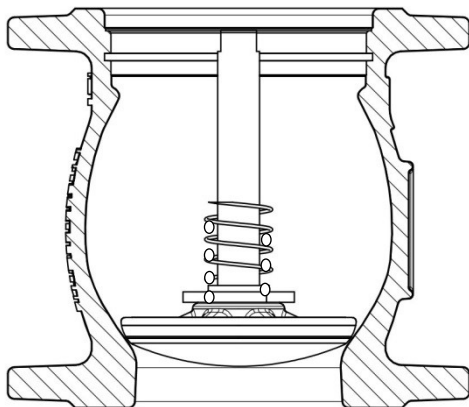

Bild 9.1: eingelegter Ventilteller
- Der mit der Führungsstange verbundene Ventilteller (Position 3, Seite 14) wird als vormontierte Baugruppe in das Gehäuse eingelegt (siehe Bild 9.1).